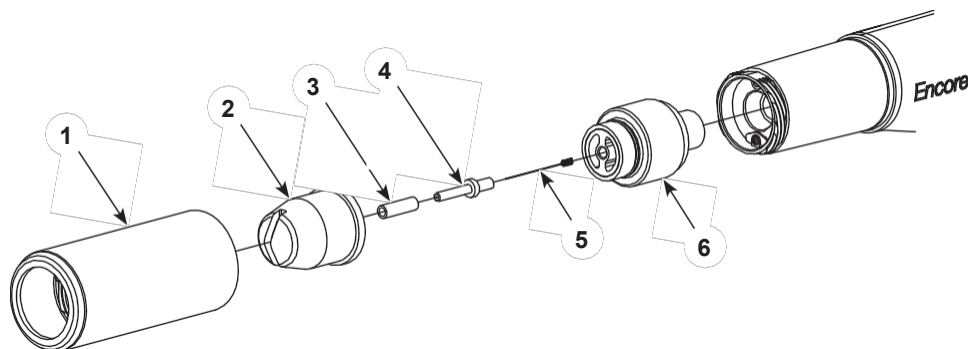

Abbildung 9 Reinigung einer Flach-/Eckspritzdüse
1. Siehe Abbildung 9. Schrauben Sie die Düsenmutter (1) gegen den Uhrzeigersinn ab.
2. Ziehen Sie die Düsenmutter (1) und die Düse (2) von der Spritzpistole ab. Entfernen Sie die Düse von der Mutter und reinigen Sie beides mit Niederdruck-Druckluft und sauberen Tüchern. Bei Abnutzung oder Beschädigung auswechseln.
4. Überprüfen Sie die Verschleißhülse (3) und den Elektrodenhalter (4). Wenn einer von beiden verschlissen oder beschädigt ist, ersetzen Sie sie durch den Elektrodenhaltersatz für Flachstrahlgeräte.
- a. Schrauben Sie den Elektrodenhalter und die Hülse von der Elektrodenhalterung (6) ab.
- b. Die neue Hülse (3) über dem neuen Elektrodenhalter (4) anbringen.
- c. Setzen Sie die Elektrode (5) in die neue Halterung ein und schrauben Sie die Halterung dann in die Elektrodenhalterung (6).
6. Setzen Sie die Düse (2) auf den Elektrodenträger (4) und schrauben Sie dann die Düsenmutter (1) auf den im Uhrzeigersinn auf das Pistolengehäuse, bis sie handfest sitzt.